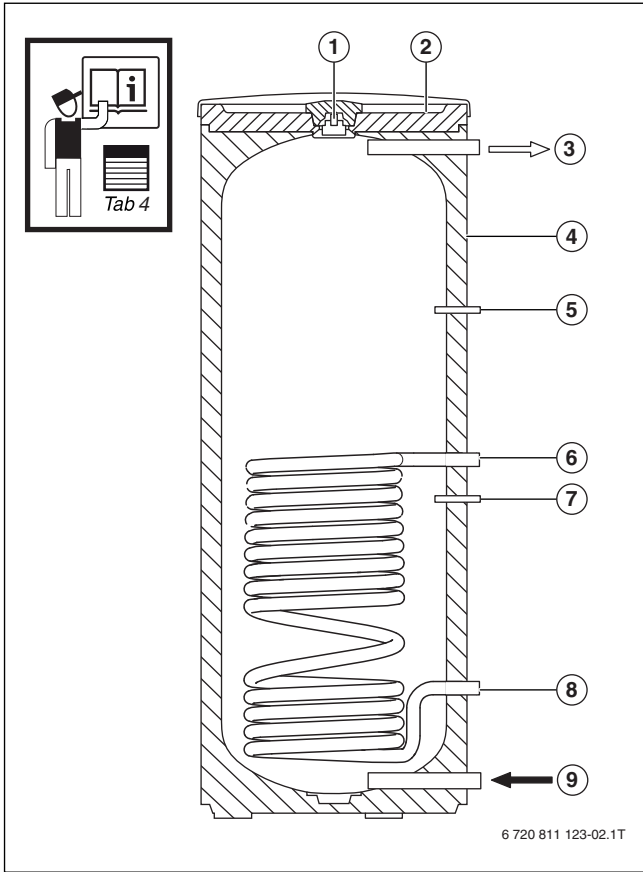

Fig. 3
- ▶ Vor Speicherbefüllung bauseits Entleerung am unteren Speicheranschluss (→ Fig. 3, [9], Seite 8) einbauen.
- ▶ Speicher beim Füllen über die Entlüftung (→ Fig. 3, [1], Seite 8) an der Speicherobenseite entlüften.
- **M₁** = Messstelle Speichertemperaturfühler für Heizgerät (T1) (→ Fig. 3, Seite 7, [5])
- **M₂** = Messstelle Solar-Speichertemperaturfühler (GT1) (→ Fig. 3, Seite 7, [7])